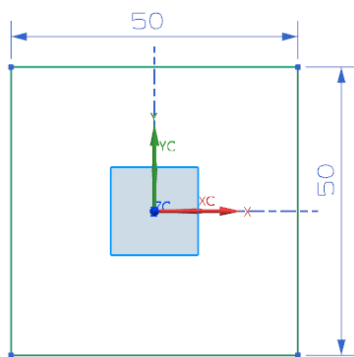

图 7-49 非钣金零件体草图
(2) 单击按钮，选取 XC-YC 平面为草图绘制面，绘制轮廓草图，如图 7-49 所示。单击“完成”图标，草图绘制完毕。